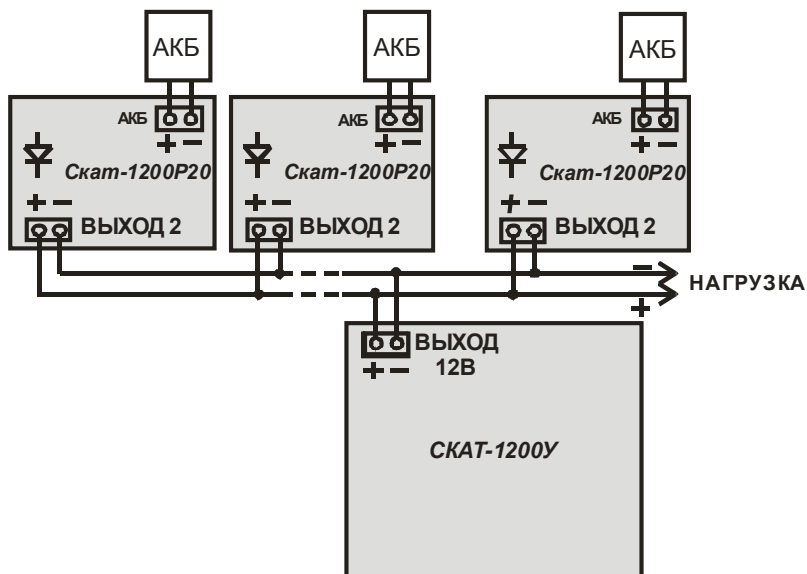

Рисунок 2 – Схема каскадного подключения источника с целью увеличения длительности работы
- с целью увеличения длительности работы резервного питания источника необходимо собрать схему рис.2.